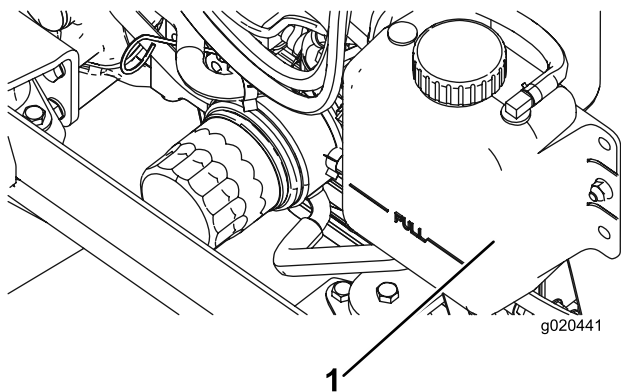

Figura 95
1. Retire cuidadosamente a tampa do radiador e a tampa do depósito de expansão (Figura 95).